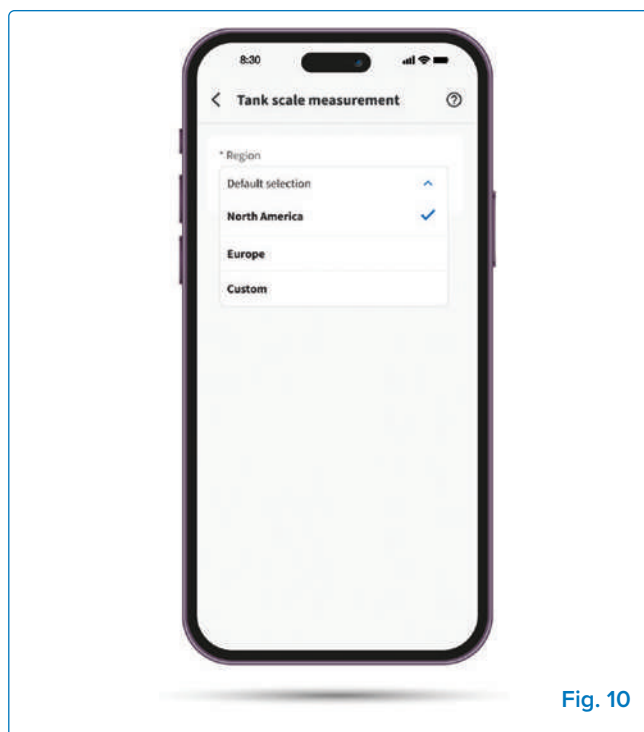

Fig. 10
- Abre la aplicación Napoleon Home y ve a la sección de balanza de tanque. **Fig. 10.**